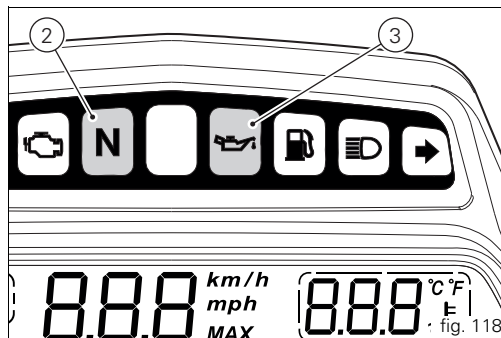

fig. 118
Après ce contrôle, seuls les témoins vert N (2, fig. 118) et rouge  (3) doivent rester allumés.